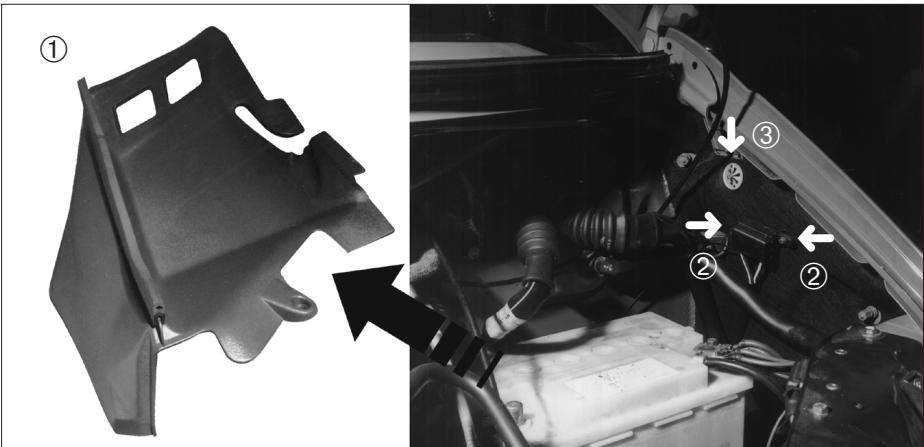

Fig. 3
- Im Motorraum linksseitige Abdeckung ① über der Batterie entfernen (Fig. 3).
- Bei Dieselmodellen die Seitenwanddämmung nach unten kippen. Dazu die zwei Schrauben ② am Sicherungsgehäuse der Vorglühanlage und die Klippscheibe(n) ③ lösen. Die Kunststoffbefestigung in der Seitenwand an der Aussparung ausklipsen (Fig. 3).
- Remove the cover ① from the battery left-side in the engine compartment (Fig. 3).
- For Diesel models, fold down side wall insulating panel by loosening the two screws ② and the clip disc(s) ③ at the fuse housing of the preheating system. Loosen plastic clip at the recess of the sidewall (Fig. 3).
- A l'intérieur de la voiture enlever le revêtement gauche ① au-dessus de la batterie (Fig. 3).
- Pour les modèles Diesel, plier à bas le revêtement isolant latéral en dévissant les deux vis ② et le(s) disc clip(s) ③ au boîtier des fusibles du préchauffage. Déclipser la fixation plastique à l'entaille du panneau latéral (Fig. 3).